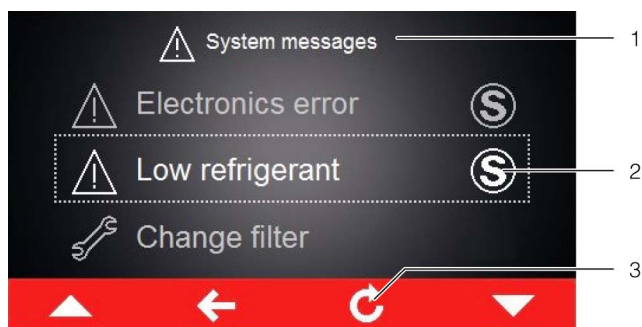

Fig. 18: Schermata con messaggi di malfunzionamento/guasto
In presenza di un messaggio di malfunzionamento/guasto non risolvibile in autonomia dall'utente e che non scompare automaticamente, al suo fianco e nella barra comandi, accanto al simbolo dei messaggi di sistema, viene visualizzata l'icona «Service» (fig. 18, pos. 2).